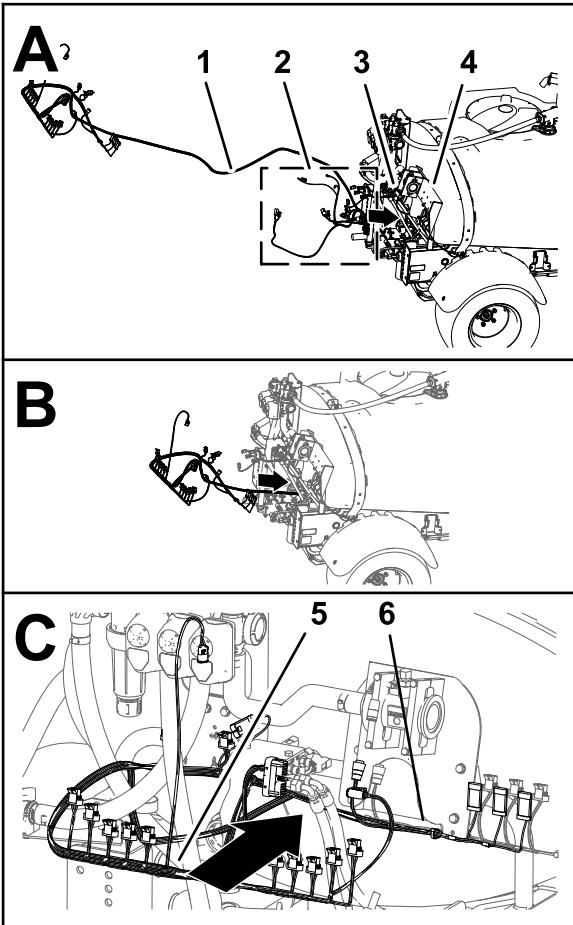
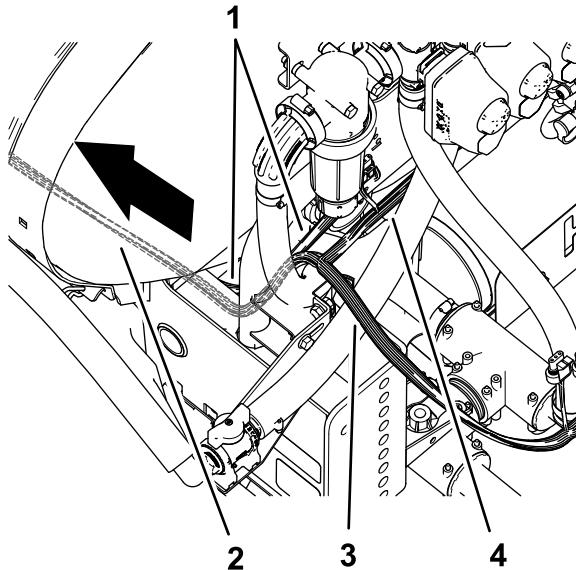

Figura 76
Figura 77
- Encaminhe a secção da cablagem com 84 cm, a secção com 60 cm e a secção com 66 cm da cablagem do kit para o lado esquerdo da máquina ao longo da cablagem da máquina (Figura 76 e Figura 77).